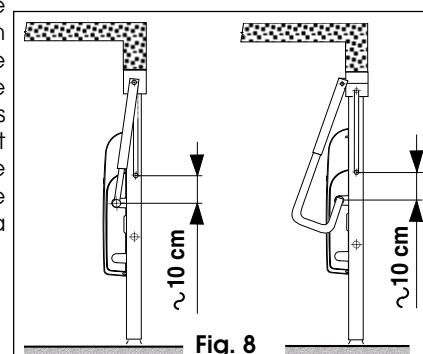

Fig. 8
• **porte basculante à tablier monobloc débordant (Fig. 8)**